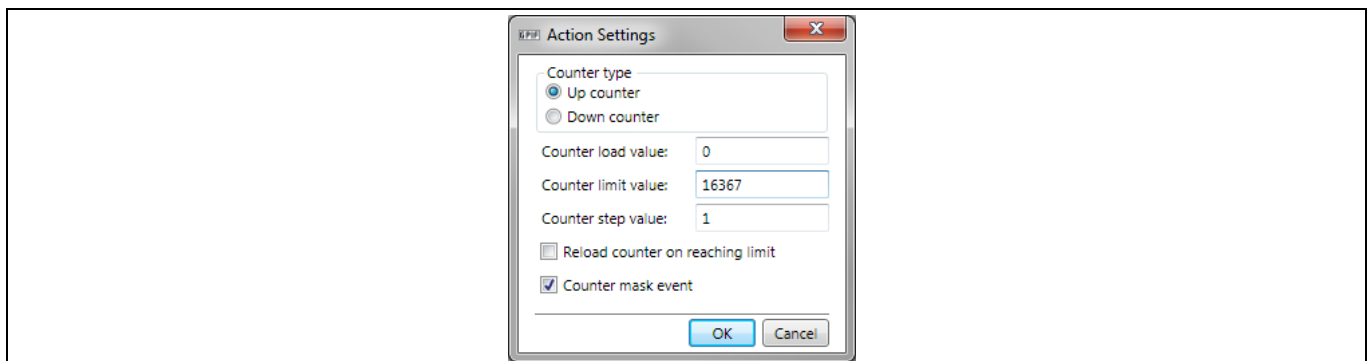

Figure 28 LD_DATA/ADDR_COUNT のアクション設定
- アクションプロパティを編集するために、ステートボックス内側のアクション名をダブルクリックします。Figure 28 に示すように、両方のアクションのプロパティを編集します。「Counter mask event」チェックボックスは、カウンターが限界値に達した際の割り込み要求を無効にします。